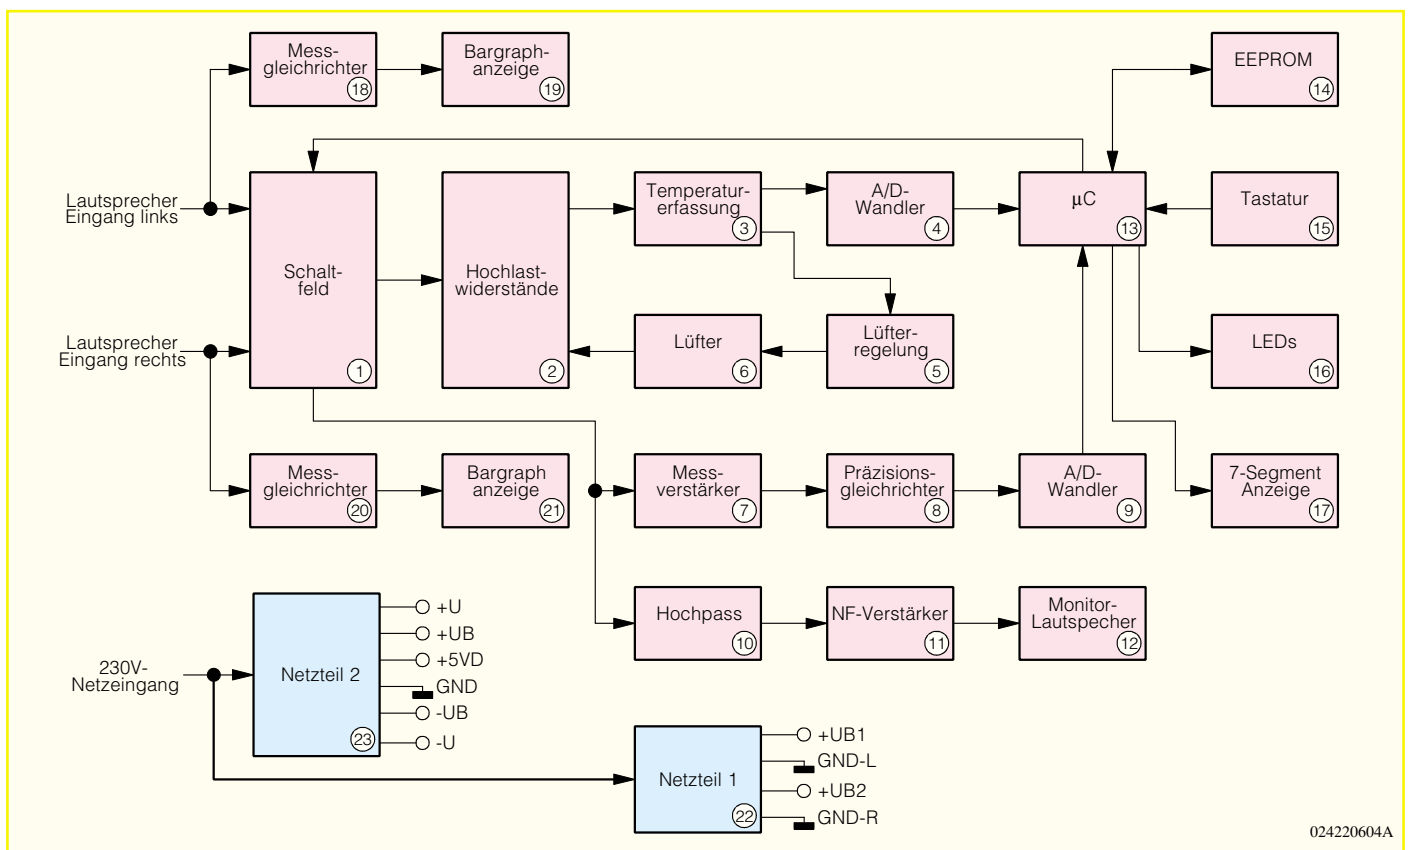

Bild 4: Blockschaltbild des ADL 9000
Zur näheren Erläuterung der Funktionsweise und des Aufbaus ist in Abbildung 4 das Blockschaltbild dargestellt. Die wesentliche Baugruppe ist der Leistungsteil mit den Hochlast-Widerständen (2). Diese bilden die eigentliche Lautsprechernachbildung. Mit dem vorgelagerten Schaltfeld (1) werden die Lautsprechereingänge mit den entsprechend gewählten Impedanzen verschaltet, wobei hier auch die Umschaltung zwischen Stereo- und Monobetrieb erfolgt. Um die Hochlastwiderstände vor dem „Hitzetod“ zu schützen, sorgt ein temperaturgeregelter Lüfter (5) und (6) für eine entsprechende Kühlung. Die Hochlastwiderstände sind auf einem Lüfterkühlkörper-Aggregat montiert, das die maximale Verlustleistung von 200 W gut abführen kann. Sollte aufgrund einer dauerhaften Überlastung die Temperatur jedoch extrem ansteigen, so wird die integrierte Temperaturschutzschaltung aktiviert. Mittels der Temperaturerfassung (3) und des A/D-Wandlers (4) ermittelt der Mikrocontroller (13) die Kühlkörpertemperatur. Ab einem Warnwert wird der Benutzer über die Überlastung oder die mangelnde Wärmeabfuhr informiert. Steigt die Temperatur dann noch weiter an, so schaltet das